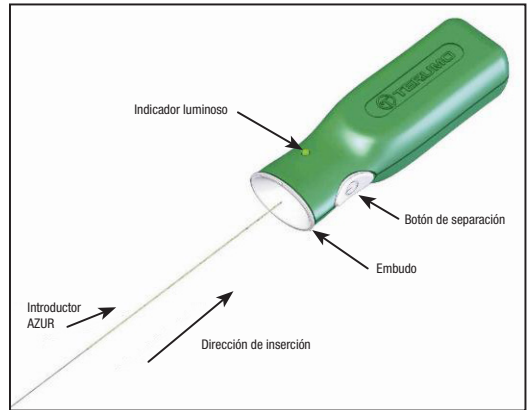

Figura 2: controlador de separación AZUR
- Antes de utilizar el dispositivo, retire el extremo proximal del introductor de la bobina dispensadora. Tenga cuidado de no contaminar este extremo del introductor con sustancias extrañas como sangre o medio de contraste. Inserte con firmeza el extremo proximal del introductor en la sección de embudo del controlador de separación AZUR. Consulte la Figura 2. **No pulse el botón de separación en este momento.**
36. Conecte el extremo proximal del introductor al controlador de separación AZUR insertando con firmeza el extremo proximal del introductor en la sección de embudo del controlador de separación AZUR. Consulte la Figura 2.